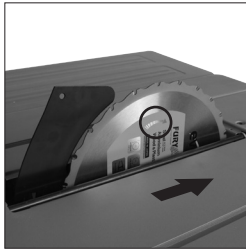

Abb. 45
- Bringen Sie das neue Sägeblatt an. Stellen Sie sicher, dass die Zähne zur Vorderseite der Säge zeigen (**Abb. 45**) und dass der Drehrichtungspfeil auf dem Sägeblatt mit dem Drehrichtungspfeil auf dem Motorgehäuse übereinstimmt.